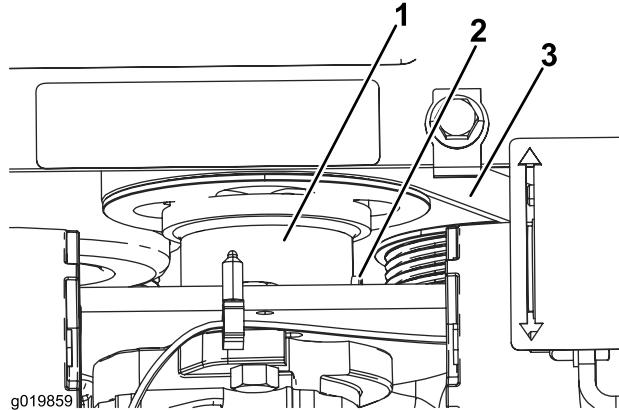

Bild 52
5. Lösen Sie die Stellschraube an der Pumpenantriebskupplung (Bild 52).
6. Lassen Sie die Kupplung (von der Riemscheibe weg) nach unten ab (Bild 52).